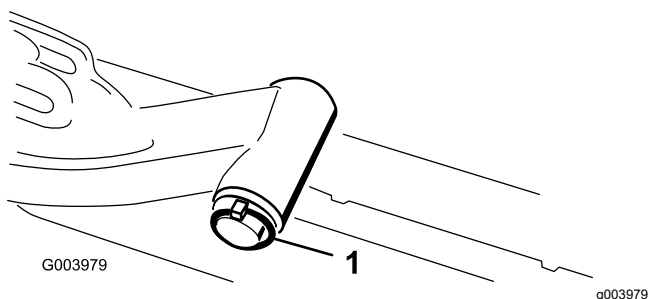

Figura 11
1. Îndepărtați tiftul de prindere și aiba care fixează axul pivot al braului de ridicare pe braul de ridicare și glisați arborele pivotului în afara braului de ridicare (Figura 11).
3. Introduceți axul braului de ridicare în braul de ridicare și fixați-l cu aiba și tiftul de prindere (Figura 11).